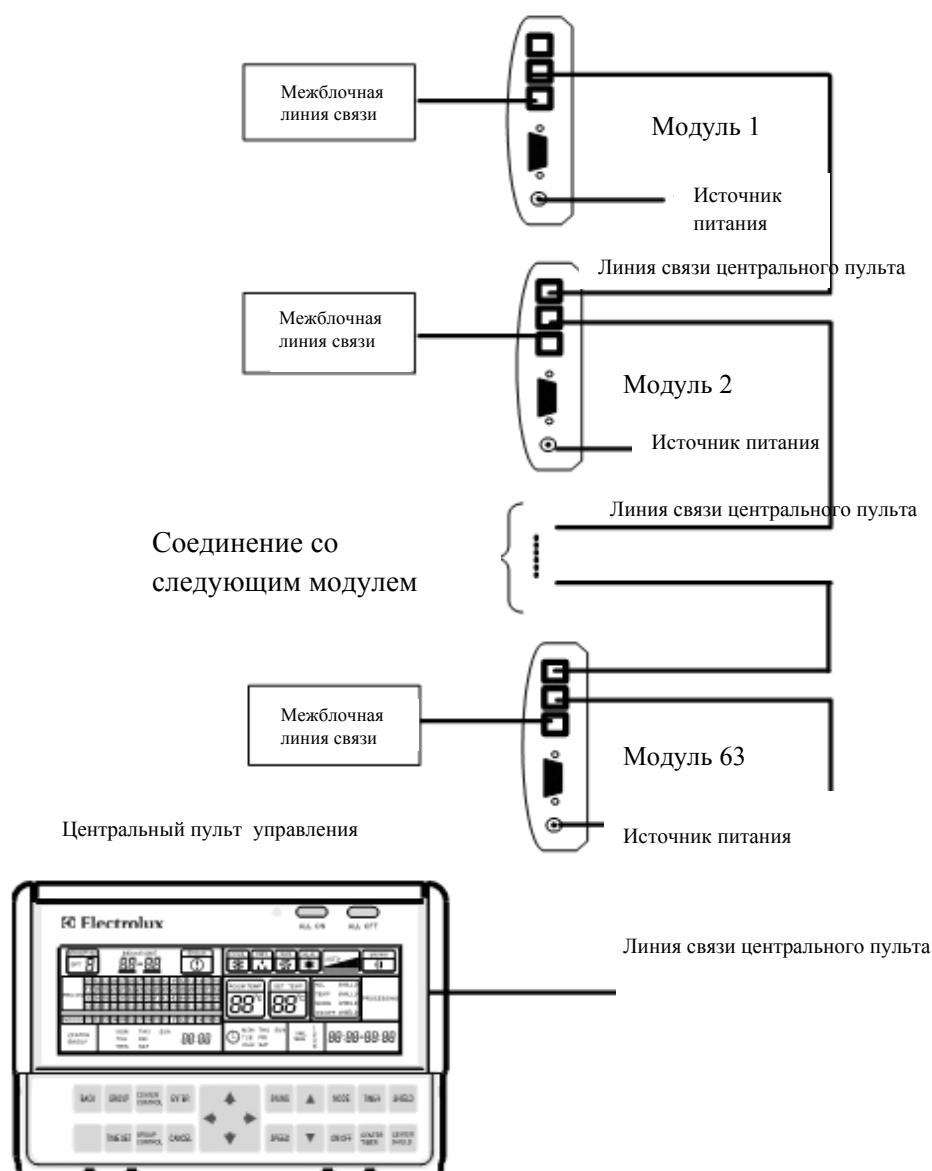

Рис. 24 Коммутационная схема соединения центрального пульта управления и коммуникационного модуля
6.2 Соединение центрального пульта управления и коммуникационного модуля . Схема соединения показана на рис. 24: